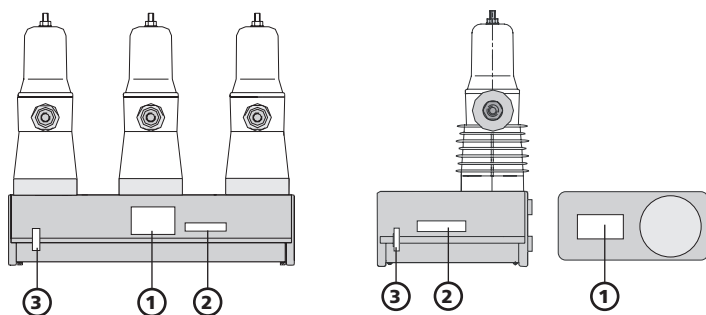

Figura 18
- Danni alla targa o all'etichetta (Figura 18, 19)